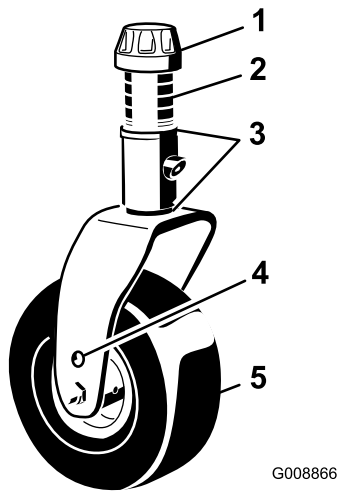

Figura 14
4. Retire el casquillo tensor del eje y deslice el eje fuera del brazo de la rueda giratoria (Figura 14).